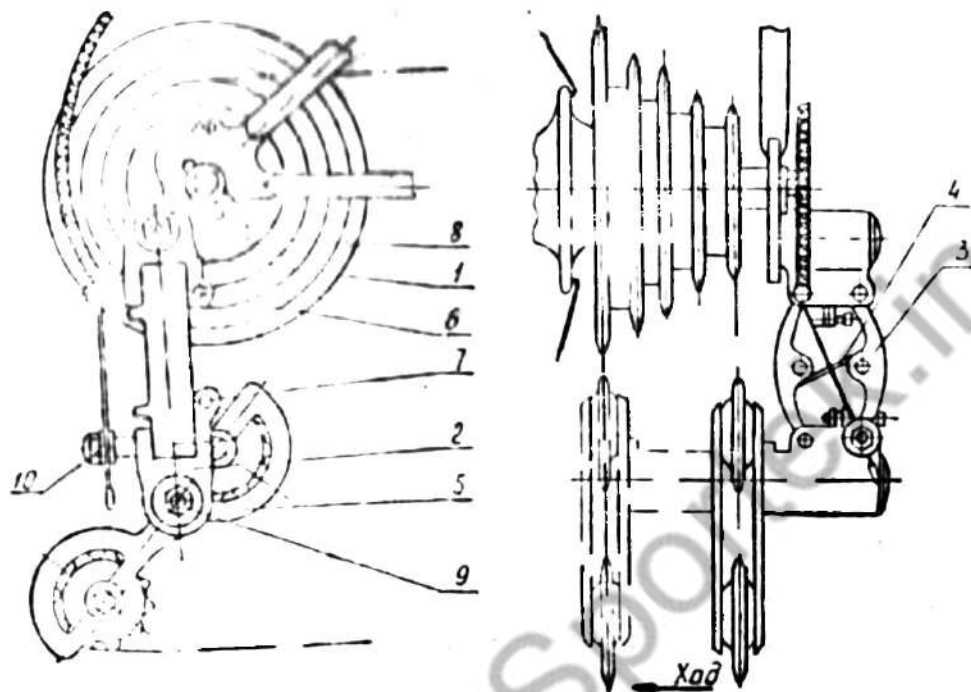
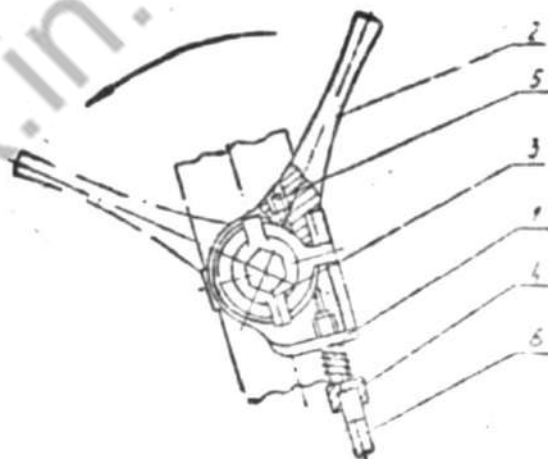

Рис. 18. Задний переключатель передач.
Рис. 19. Манетка.
7.4.1. Задний переключатель передач (рис. 18) состоит из корпуса (1), (2), рычагов шарнирного параллелограмма (3), сдвоенной булавочной пружины (4), пластин с натяжными роликами (5), регулировочных винтов (6), (7), установочного винта (8), осей (9) и гайки (10).
7.4.2. Манетка (рис. 19) состоит из корпуса манетки с хомутом, ручки манетки (2), ворота (3) с винтом подпружиненного регулировочного винта (4).
Ручку манетки (2) (рис. 19) помещают в крайнее верхнее положение.
Регулировочным винтом (6) (рис. 18) добиваются размещения роликов пластины в одной плоскости с ведомой зубчаткой, имеющей меньшее число зубьев.
прягаемыми деталями и фиксируют путем затяжки гайки (10) (рис. 18).
Более тонкую настройку натяжения троса управления можно осуществить путем вывертывания регулировочного винта (4) манетки (рис. 19).
Вывинчивают винт (7) (рис. 18) и при медленном вращении педалей перемещают рукоятку манетки (2) (рис. 19) в направлении, указанном стрелкой; при этом ролики переключателя передач будут перемещаться в направлении колеса велосипеда, производя перебрасывание цепи с одной ведомой звездочки
на другую. Когда цепь будет переброшена на наибольшую звездочку, винт (7) (рис. 18) следует завернуть до соприкосновения с бобышкой рычага шарнирного параллелограмма.
Усилие поворота рукоятки манетки (2) (рис. 19) регулируется воротом (3).